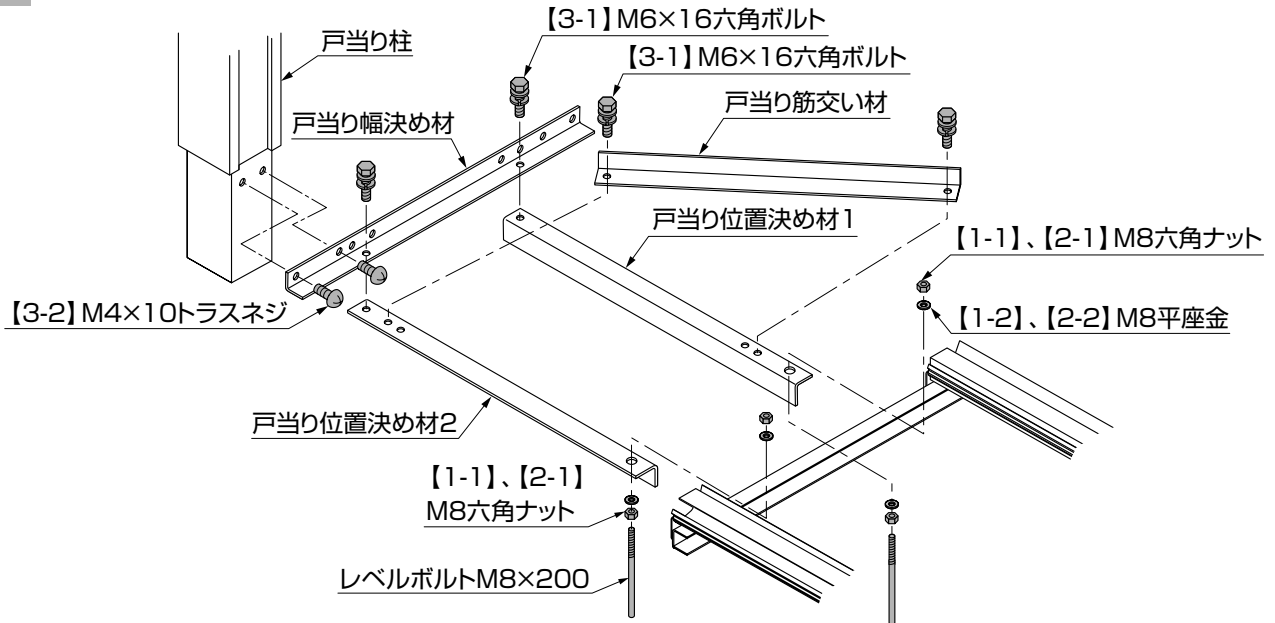

図4-1 右引き仕様
- ①片引き仕様のレール戸当り端部にレベルボルト、【1-1】(【2-1】)、【1-2】(【2-2】)で戸当り位置決め材1、戸当り位置決め材2を取付けてください。(図4-1参照)
- ②戸当り筋交い材を図4-2、図4-3を参照して戸当り位置決め材に【3-1】で取付けてください。(図4-1参照)
- ③図4-4を参照して、戸当り幅決め材を戸当り位置決め材に【3-1】で取付けてください。(図4-1参照)
- ④戸当り柱を図4-4を参照して、戸当り幅決め材に【3-2】で取付けてください。(図4-1参照)